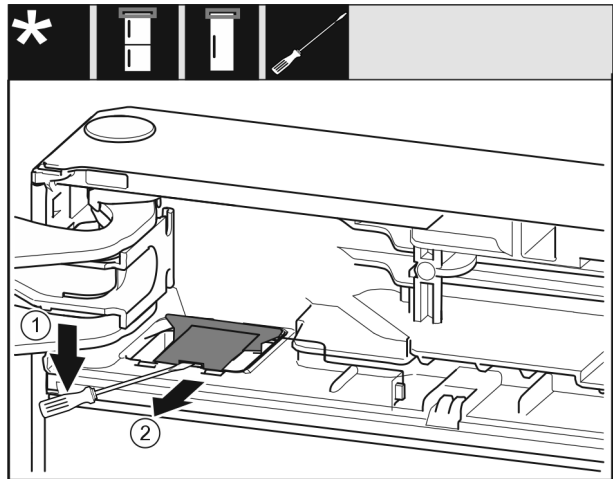

Fig. 11
- Dégager le cache Fig. 11 (1) au moyen d'un tournevis plat.
- Retirer le cache Fig. 11 (2).